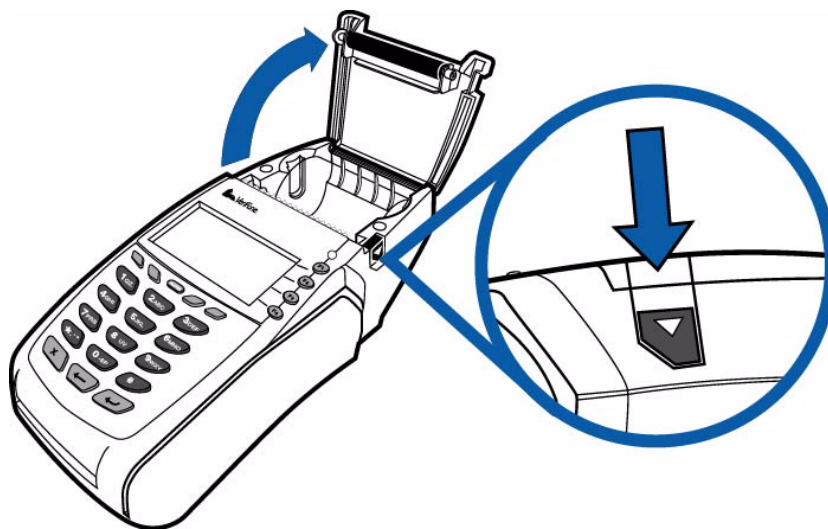

图 10 打开打印机盖
- 1 按下终端侧面的按钮，以松开打印纸卷盖，然后将盖向后掀起（请参见图 10）。